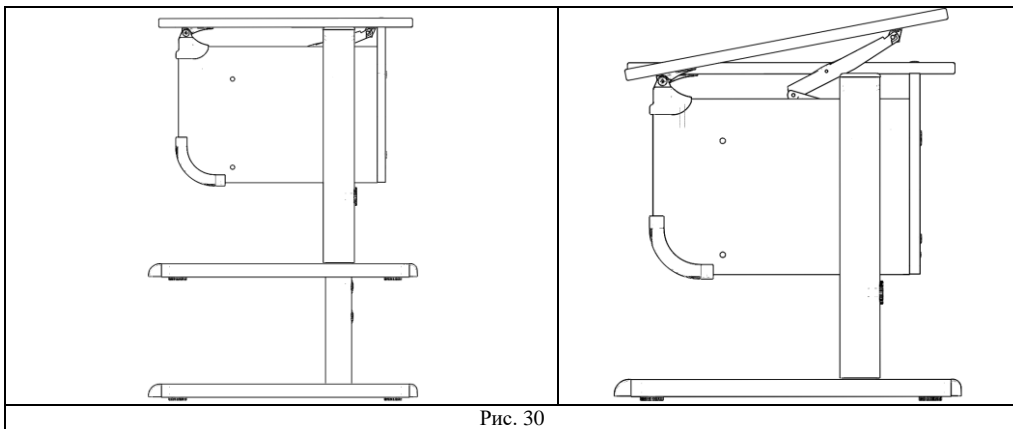

Рис. 30
6.2. Для удобства эксплуатации потребителями различных возрастных групп, стол имеет возможность ступенчатой регулировки столешницы по высоте и углу наклона см. рис. 30.
Примечание: При перемещении стола следует держать стол за стенки боковые ближе к стойкам, согласно рис. 30а. Категорически не допускается, во избежание поломок, перемещать и поднимать стол, держась за столешницу.